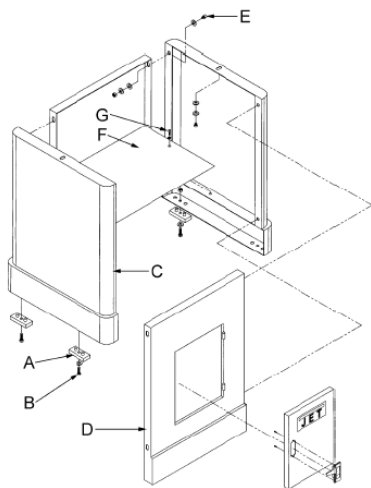

Рис. 1
Закрепите четыре резиновых опоры (А) (Рис. 1), на двух боковых сторонах тумбы с помощью 4 винтов, 4 шайб и 4 шестигранных гаек.
Скрепите боковые части (С) (Рис. 1) и переднюю панель (D) с помощью 4 шестигранных болтов, 8 шайб, 4 гроверных шайб и 4 шестигранных гаек (Е). Закрепите вставку (F) двумя 2 винтами М5 (G) и 2 гроверными шайбами. Закрепите заднюю стенку и перед тем, как затянуть все болты, проследите, чтобы тумба стояла на ровной поверхности.